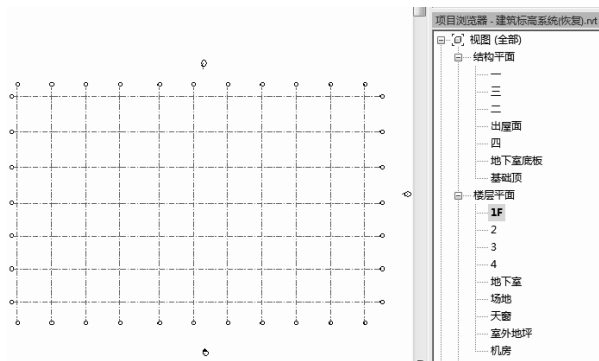

图 1.3.22 双头轴号
(2) 调整影响范围。在 Revit 中轴网是有影响范围的，也就是说轴网调整后，不是每个楼层平面视图都可以影响到，需要设置这样的范围。在“项目浏览器”面板中单击楼层平面的 1F 楼层，可以观察到轴网的两端都有轴号，如图 1.3.22 所示。但是，在“项目浏览器”面板中单击楼层平面的 2 楼层，可以观察到轴网只有一端有轴号，如图 1.3.23 所示。再次返回到 1F 楼层平面视图，选择所有轴线，选择“影响范围”命令，在弹出的“影响基准范围”对话框中选择所有的楼层平面与结构平面，并单击“确定”按钮完成操作，如图 1.3.24 所示。